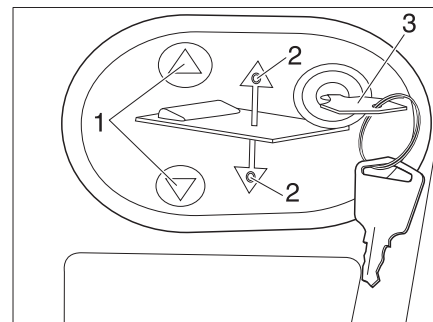

Fig. 155 Panel de mando de la cama elevada eléctrica
- Introducir la llave (Fig. 155,3) en el panel de mando.
- Pulsar y mantener pulsada la tecla  o  (Fig. 155,1). El LED correspondiente (Fig. 155,2) se enciende y la cama elevada se baja o se levanta.
- Cuando se alcanza la posición deseada, soltar la tecla  o  (Fig. 155,1). El LED correspondiente (Fig. 155,2) se apaga.
- Extraer la llave (Fig. 155,3).